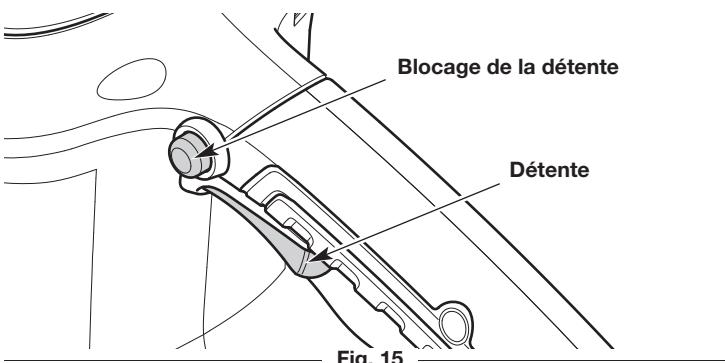

Fig. 15
- Appuyer sur le blocage de la détente et le maintenir enfoncé (Fig. 15).
- Maintenir le blocage de la détente enfoncé. Presser et maintenir la détente enfoncée pour démarrer l'appareil (Fig. 15).
- Relâchez la détente (Fig. 15).